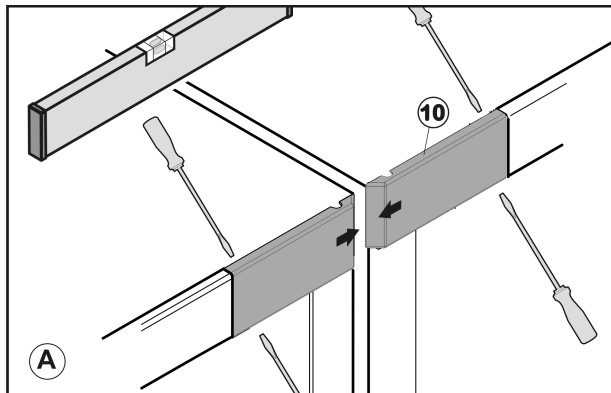

Fig. 43
- Enlever les caches Fig. 43 (10) avec un tournevis et enlever vers l'intérieur.